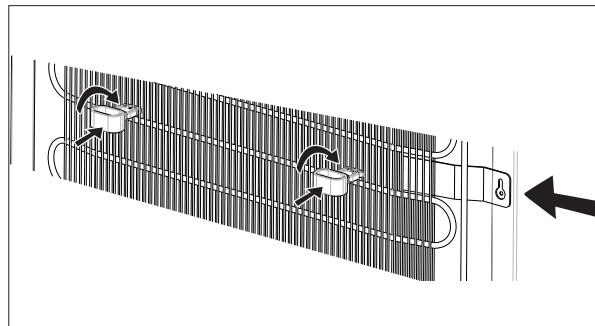

Fig. 21
- ▶ Monter begge afstandsholdere (17) på højde med den øverste fastspændingsplade (se pil til højre i fig. 21) på køleribberne på apparatets bagside.
- ▶ Anbring afstandholderen (17) i vertikal position indtil udsparingen med identifikationen **T** mellem to køleribber og drej den 90° til horizontal position som vist i fig. 21. Dette forhindrer direkte kontakt mellem kondensator og væg.
- ▶ Juster apparatet vandret, udlign ujævnheder på underlaget ved at skrue apparatfødderne (6) ind.